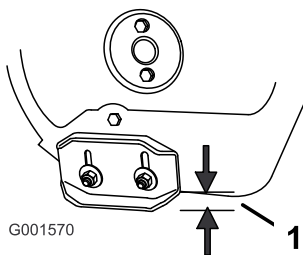

Bild 24
2. Lösen Sie die Muttern, mit denen beide Kufen an den Seitenplatten des Räumwerks befestigt sind, bis sich die Kufen leicht nach oben und unten verschieben lassen (Bild 24).